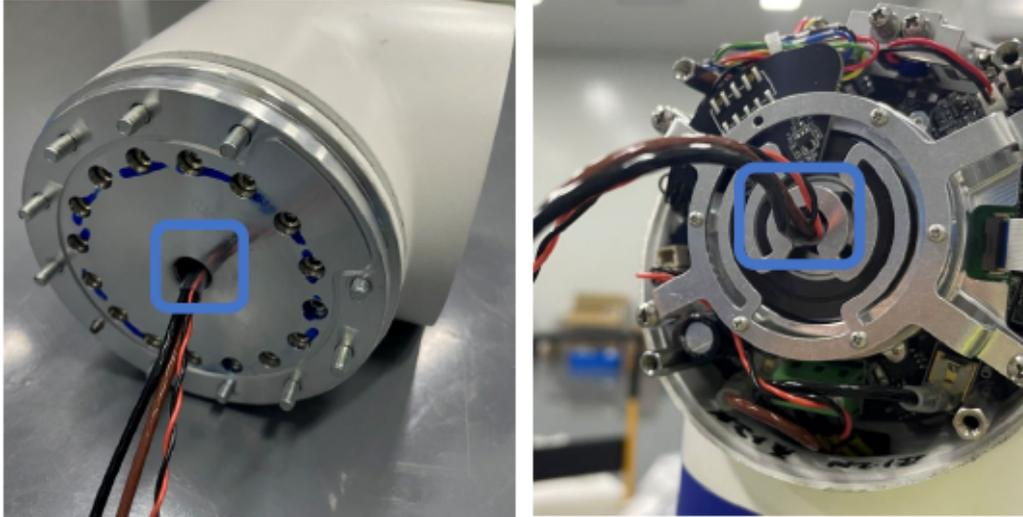

图 3-17: 线缆穿到关节上
- 穿线：关节上的线缆和关节首先应注意对应，不能装错，还应注意线缆方向，将线缆从法兰轴一侧穿入，从端盖一侧穿出，穿至指定位置（此位置应使法兰轴端面和束线架端面均有热缩管），如图 3-17 所示；